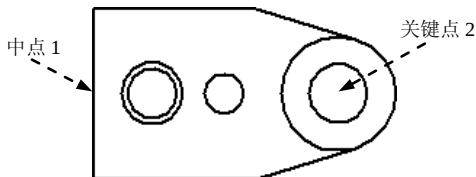
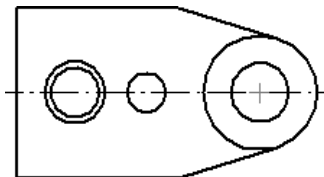
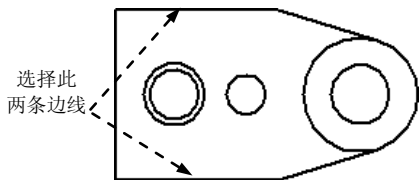
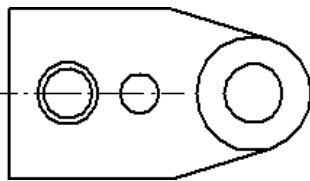

图 8.9.6 定义参照点
图 8.9.7 创建中心线
图 8.9.8 定义参照边
图 8.9.9 创建中心线
Step3. 在“中心线”命令条“放置选项”下拉列表中选择**用 2 点**选项，然后选择图 8.9.6 所示的直线的中点 1 和圆上的关键点 2，此时中心线如图 8.9.7 所示。
说明：创建图 8.9.7 所示的中心线也可以通过用**用 2 条线**来创建。用**用 2 条线**创建时，选择图 8.9.8 所示的两条边线，结果如图 8.9.9 所示。